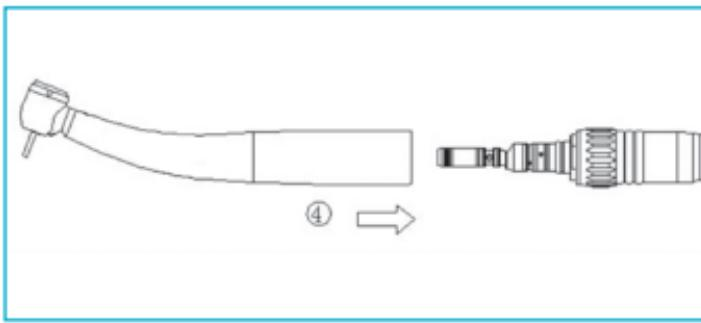

Fig. 6-2
- Apriete el tapón de rosca de la manguera para turbinas con la llave (entregada con el dispositivo médico) (Fig. 6-2②③).
- Monte el dispositivo médico con precisión en el acoplamiento LED hasta que se bloquee de forma audible en el dispositivo médico (Fig. 6-2④).